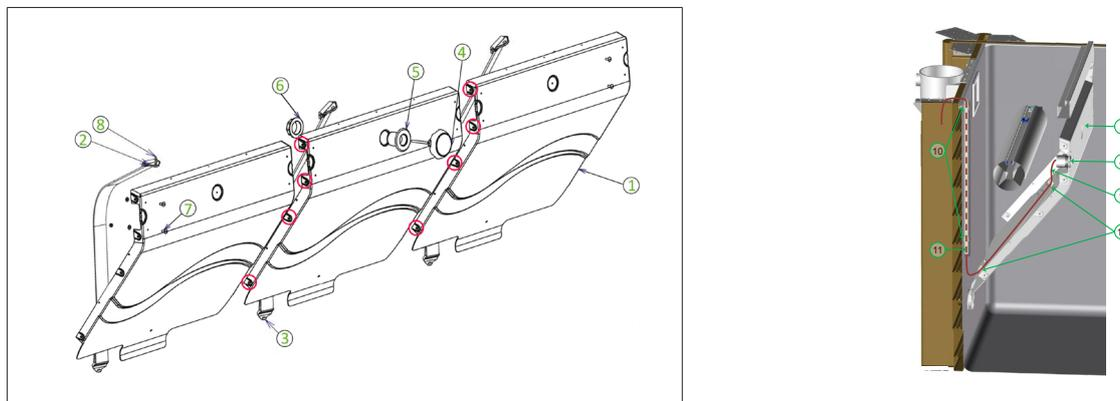

Figure 44 – Montage de la paroi de séparation et du projecteur
Depuis le 1er janvier 2004, la norme NF P 90-308 impose la présence d'une séparation entre la zone recevant la couverture et le reste de la piscine. La pose de ces parois de séparation est donc indispensable. Les étapes de montage de la paroi de séparation et du projecteur sont illustrées à la **Figure 44**. La visserie nécessaire à ce montage se trouve dans le sachet Y.
Assemblez les trois modules (1) de paroi de séparation à l'aide de 8 vis à tête hexagonale 8 × 20 en inox A4, et de 8 écrous de diamètre 8 mm, en intercalant une rondelle de diamètre 8 mm de chaque côté de la paroi, soit un total de 16 rondelles. Les emplacements de ces vis sur les parois sont signalés par huit cercles rouges à la **Figure 44**.